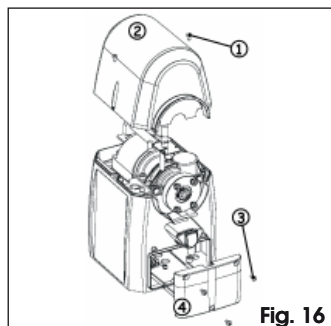

Fig. 16
- Destornille los dos tornillos de fijación del cárter superior, Fig. 16, ref. ①, y retire el cárter, Fig. 16 ref. ②.
- Destornille los tres tornillos, Fig. 16, ref. ③, de cierre de la tapa de la tarjeta, Fig. 16, ref. ④.